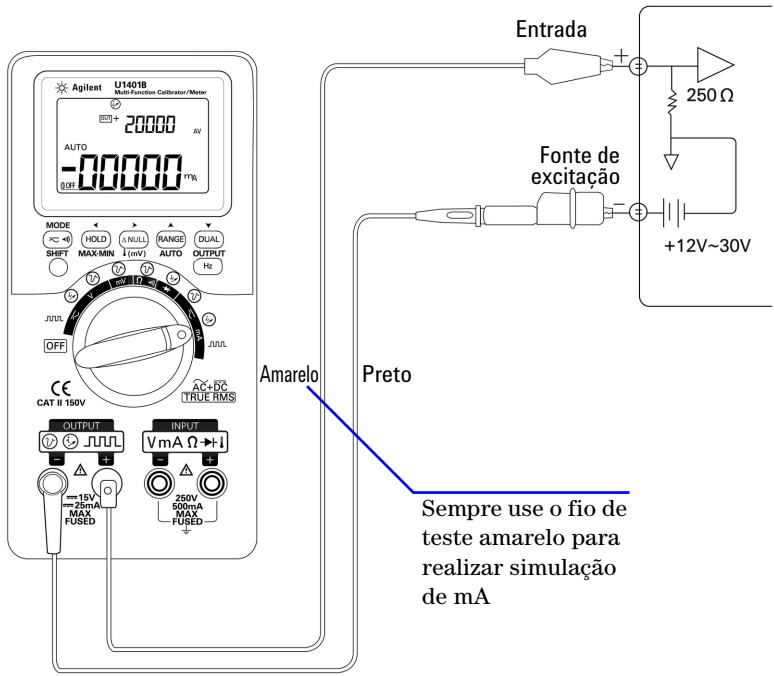

Figura 5-3 Usar o fio de teste amarelo para realizar a simulação de transmissor bifilar
- 2 Conecte o fio de teste amarelo especial entre o terminal de saída positivo do instrumento e o terminal de entrada do dispositivo de medição no loop de corrente. Consulte a **Figura 5-3 na página 91**.